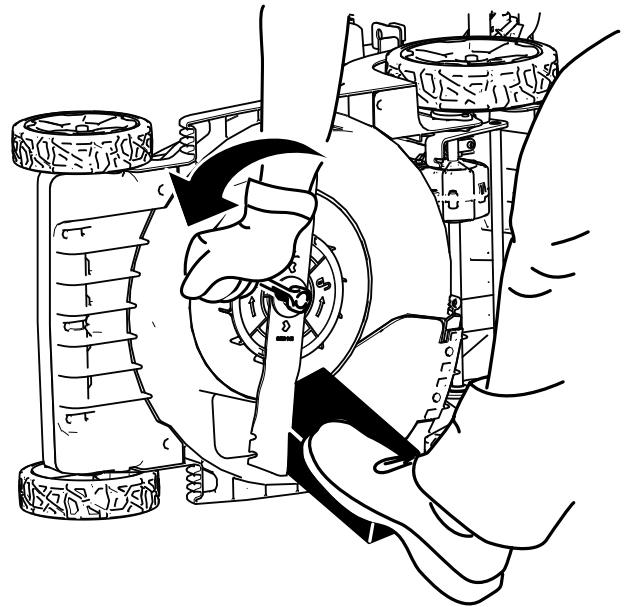

Bild 24
2. Stabilisieren Sie das Messer mit einem Holzblock (Bild 24).
3. Entfernen Sie die Messerschraube, die Unterlegscheibe und das Messer, bewahren Sie die Unterlegscheibe und die Messerschraube auf (Bild 24).